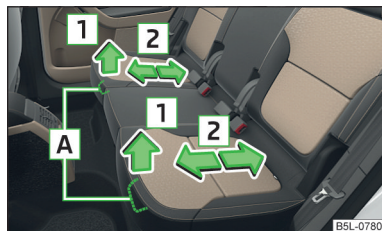

Fig. 60
- Tirar de la palanca **A** en la dirección de la flecha **1** y deslizar el asiento en la dirección deseada en la dirección de la flecha **2** » fig. 60.
- Desplace los asientos traseros exteriores hacia atrás todo lo posible » fig. 60 de la pág. 73.